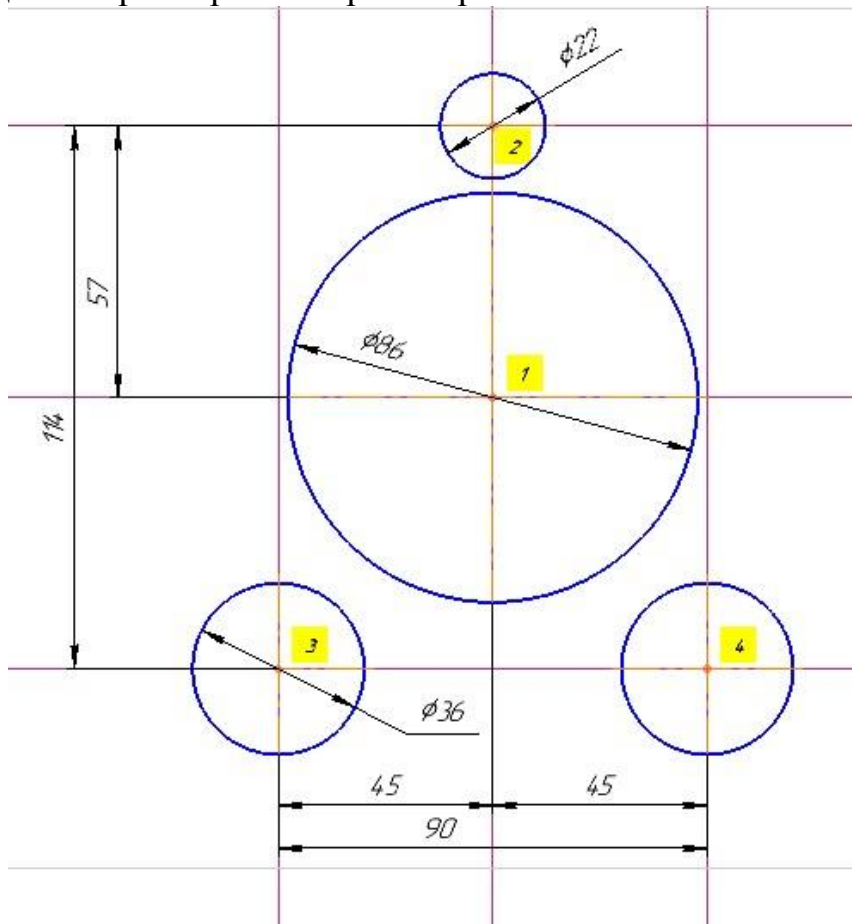

Рис. 2.2. Визначення опорних точок контуру та побудова опорних кіл
2.1.1.2. Побудуйте допоміжну горизонтальну пряму, рис. 2.2. На перетині двох взаємно перпендикулярних прямих отримаєте опорну точку *1*.
2.1.2. Використовуючи вертикальну пряму як базовий об'єкт, побудуйте зліва від неї допоміжну паралельну пряму на відстані 45 мм, рис. 2.2.
2.1.3. Відобразіть дзеркально лівий варіант побудованої допоміжної прямої щодо базової вертикальної лінії, рис. 2.2. Для цього натисніть кнопку *Зеркально отразить* на панелі *Правка*.
2.1.4. Побудуйте по обидві сторони від допоміжної горизонтальної прямої дві паралельні прямі на відстані 57 мм, рис. 2.2.
2.1.5.1. Побудуйте коло діаметром 86 мм із центром в опорній точці 1, рис. 2.2. Для цього натисніть кнопку *Окружность* на панелі *Геометрия*. Натисніть кнопку *С осями* на панелі параметрів. За допомогою прив'язки *Пересечение* вкажіть центр кола в точці 1. У полі *Диаметр* введіть 86 мм. Натисніть *<Enter>*.
2.1.5.2. Аналогічно побудуйте коло радіусом 22 мм із центром у точці 2 і два кола радіусом 36 мм із центрами у точках 3 та 4, рис. 2.2.